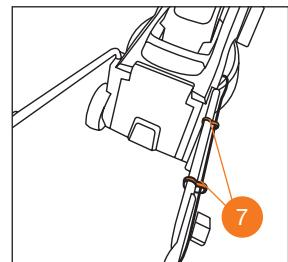

Рис. 7
3. Закрепите электрический провод с помощью пластиковых прижимных клипс ⑦ (Рис. 7).